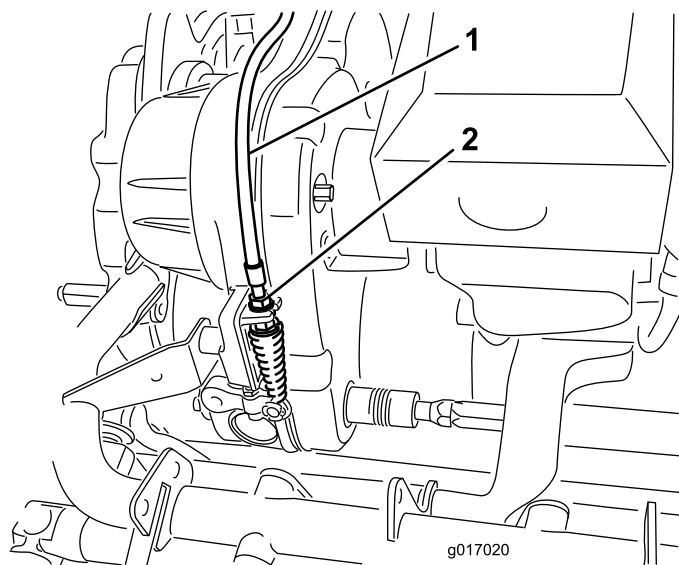

図 51
2. トランスミッションのバルクヘッド部で、リールコントロールのケーブル 図 51 を調整する。スプリングの長さが 70.672.4mm になるように調整する。